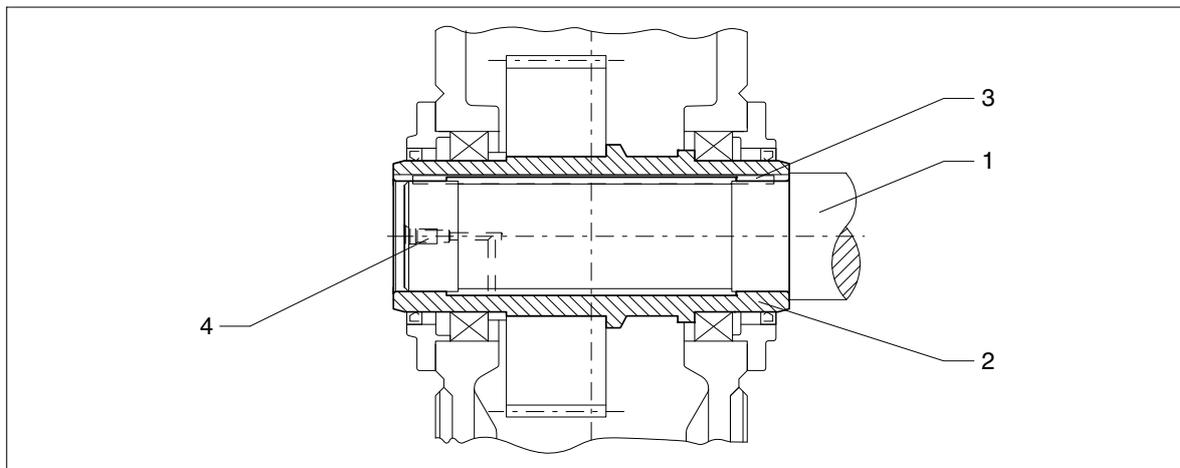

Figura 44: Eixo oco com ranhura para chaveta, preparativos
Para uma desmontagem mais simples (ver ponto 6.4.3), recomendamos que uma conexão de óleo de pressão seja posicionada na extremidade do eixo da máquina de trabalho, sendo que essa conexão desemboca no recesso do eixo oco (ver figura 44). Esta conexão também pode ser utilizada para a introdução de solvente de ferrugem.
- Caso as superfícies de assento estejam gripadas, a extracção da transmissão deve ser facilitada com a aplicação de solvente de ferrugem. A aplicação de solvente de ferrugem pode ser efectuada através da conexão de óleo de pressão (ver figura 44) através de uma bomba.